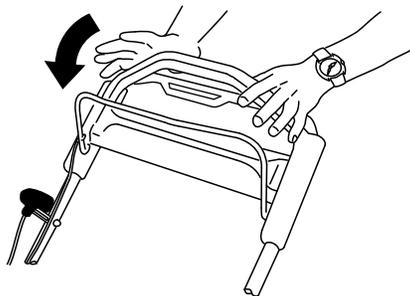

Bild 22
Lassen Sie den Schaltbügel los (Bild 22).
- Wenn die Heckauswurfklappe nicht eingesetzt ist, fassen Sie sie am Griff an, heben das Heckablenblech an und setzen den Heckauswurfkanal ein, bis der Riegel arretiert, siehe Bild 22.